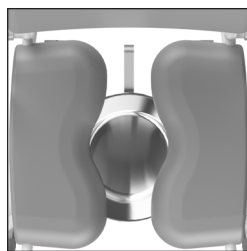

Figura 14. Secchio in acciaio inossidabile, parte anteriore.
- Se si utilizza una padella igienica o un secchio in acciaio inox, la padella può essere posizionata in 2 posizioni sotto il sedile: nella parte anteriore del sedile (*Vedere figura 14*) oppure nella parte